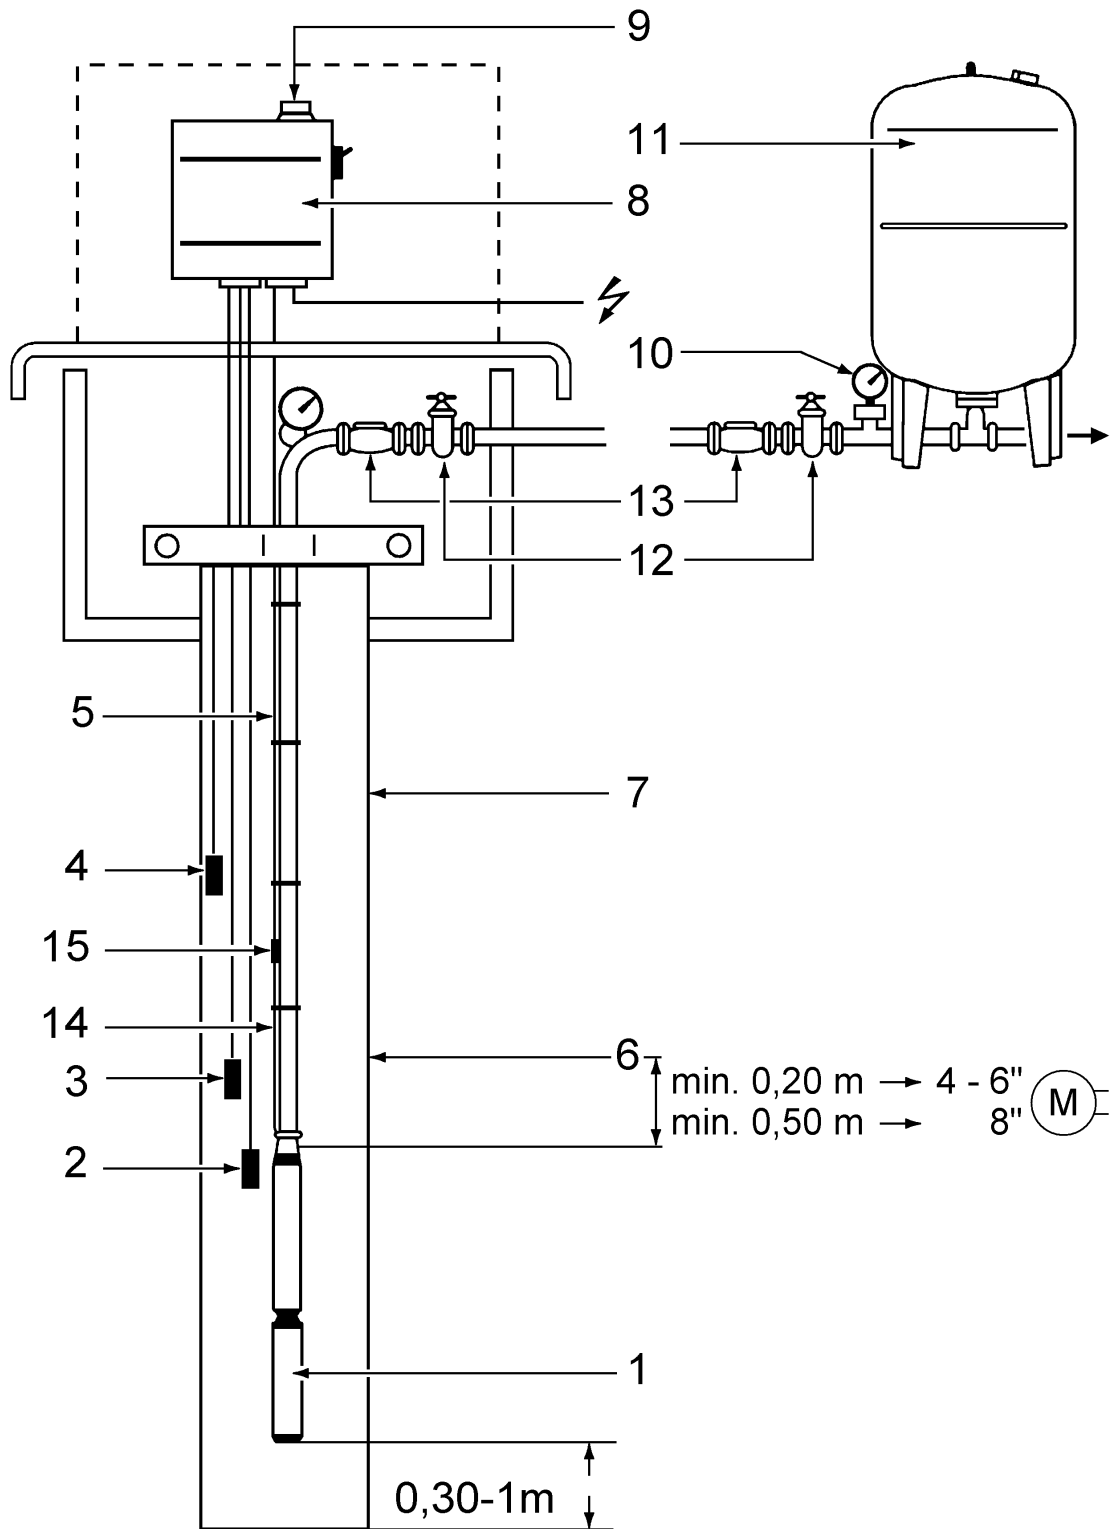

Рис. 1
**ВНИМАНИЕ!** Для 8" мотора: соединение (поз. 15) кабелей поз. 14 и поз. 5 (рис. 1) должно размещаться выше на 0,5 м от выхода насоса и должно быть надежно герметизировано